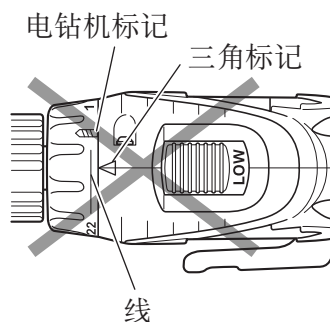

图 5
- 当离合器转盘位于“22”和钻机标记中部的线之间时，请勿使用本机，否则会造成损坏。（请参照图 5）